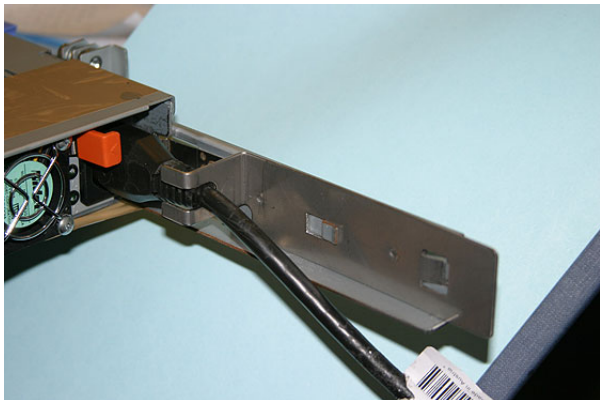

図 67. ケーブル保持ブラケットが取り付けられている SAN ボリューム・コントローラー 2145-8F4
3. ケーブル保持ブラケットをサポート・レールに合わせて置き、サポート・レールの背面にあるスロットの上にケーブル保持ブラケットを取り付けます。図 67は、SAN ボリューム・コントローラー 2145-8F4 に取り付けられたケーブル保持ブラケットを示しています。